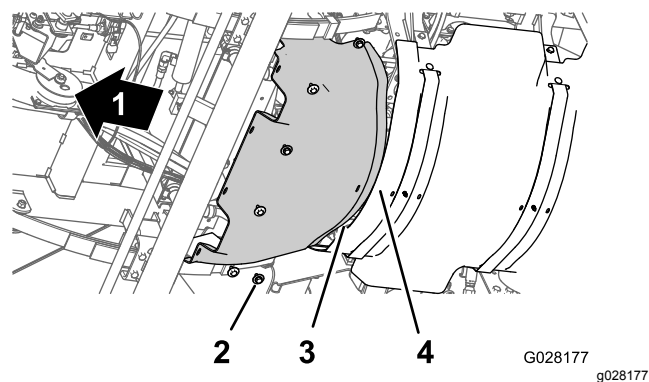

Рисунок 42
1. Расположите задний фланец переднего теплоизолирующего экрана над передним фланцем заднего теплоизолирующего экрана, выровняв их по краям (Рисунок 42).
2. Совместите отверстия в переднем теплоизолирующем экране с резьбовыми отверстиями в шасси (Рисунок 42).
3. Установите передний теплоизолирующий экран на машину с помощью 6 болтов с шестигранными головками и 6 шайб (Рисунок 42), снятых на этапе 4 раздела Снятие переднего теплоизолирующего экрана \(страница 48\).